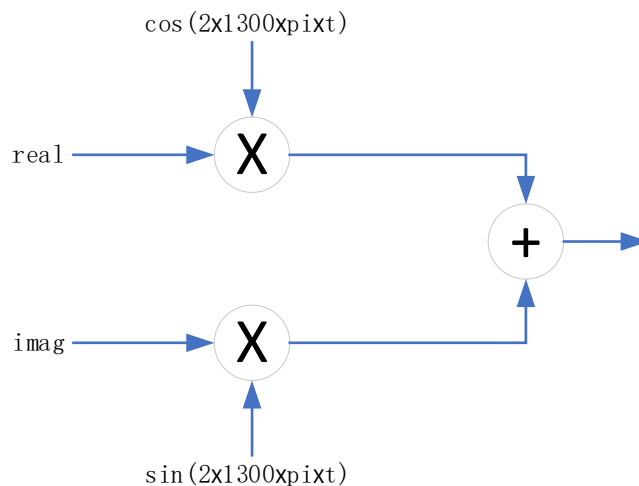

图 6
12.我们用 Weaver 法来解调 SSB 信号。分别对实部与虚部信号按图 6 进行处理。使用 GRC 的信号源模块分别产生余弦和正弦信号，相乘器和相加器也可以在运算符菜单中找到。